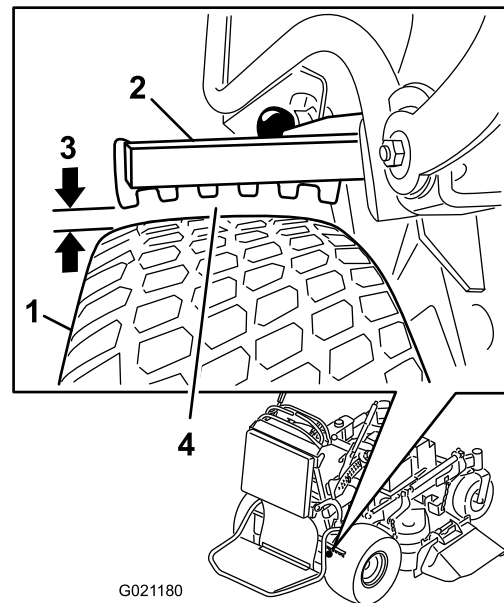

Figura 62
6. En el lado que tenga la distancia más pequeña, asegúrese de que la distancia es de 3 a 6 mm según se muestra en Figura 62; consulte Ajuste de los frenos \(página 48\) si es necesario ajustarla.
5. Ajuste la horquilla (Figura 62).